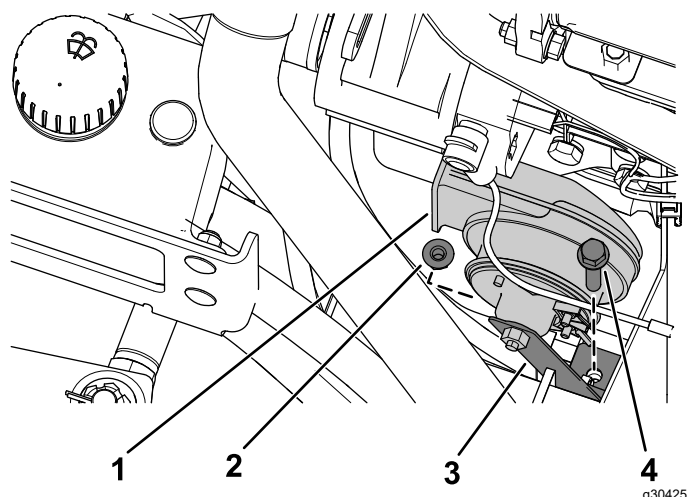

Figure 33
13. Fixez l'avertisseur sonore sur son support à l'aide du boulon et de l'écrou retirés précédemment (Figure 33).